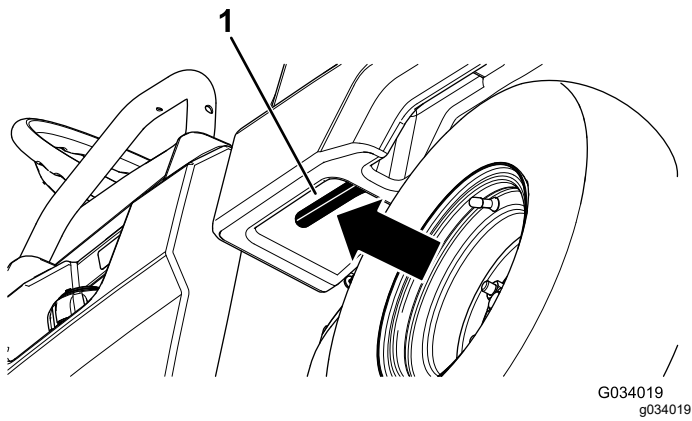

图 13
- 向左拉操纵杆使货斗内部朝向您然后升起货斗图 13。
1. 向左拉操纵杆使货斗内部朝向您然后升起货斗图 13。
1. 提起门锁控制杆轻微升起货斗图 13。